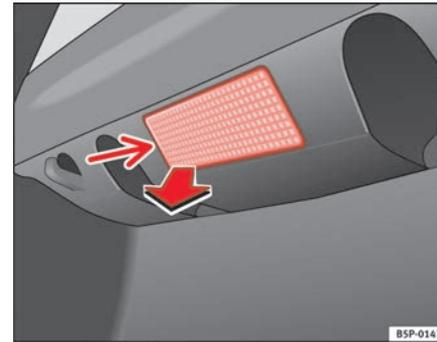

Fig. 174 Luz maletero
- Extraiga la tulipa haciendo presión sobre el borde de la parte interior de la misma -flecha- con ayuda de un destornillador por su parte plana. ⇒ fig. 174 ▶